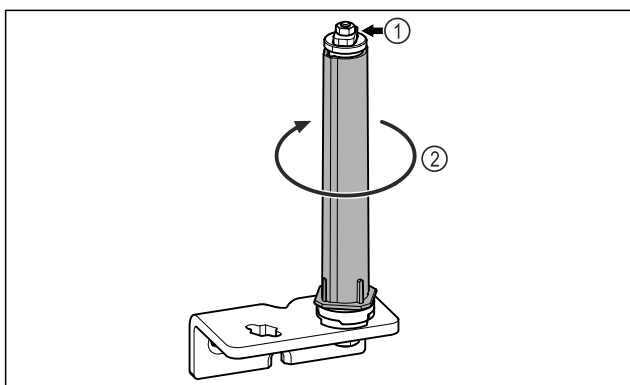

Fig. 18
▶ Ne razstavite sistema za zaklepanje vrat Fig. 18 (1).
▶ Obrčajte zaporni sistem Fig. 18 (2), dokler ne klikne.